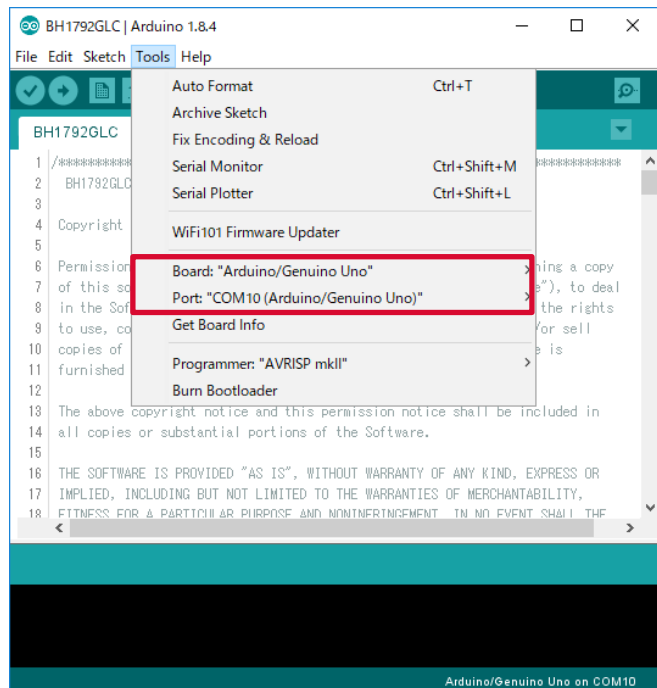

図 3 COM ポート設定
1. メニューの[Tools]の Board 部分を"Arduino/Genuino Uno", Port 部分を"COMxx(Arduino/Genuino Uno)"に変更(図 3) (COM Port の番号は環境によって変動)